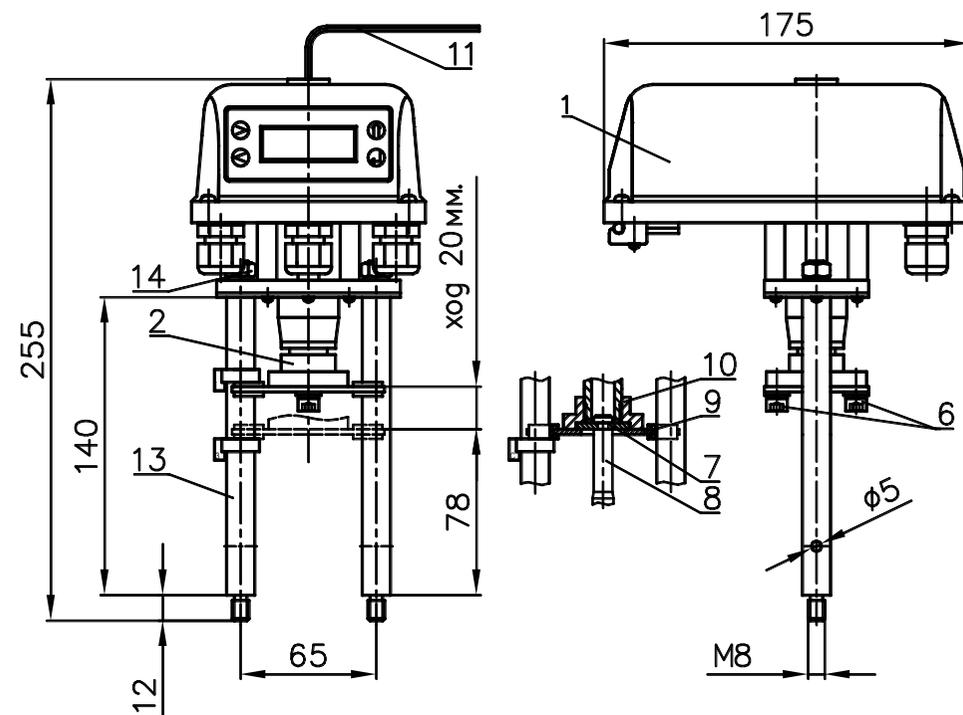

Рисунок 1 - ВЭП-225М
- электропривод (рисунок 1 – позиция 1);
- винтовая передача (рисунок 1 – позиция 2).